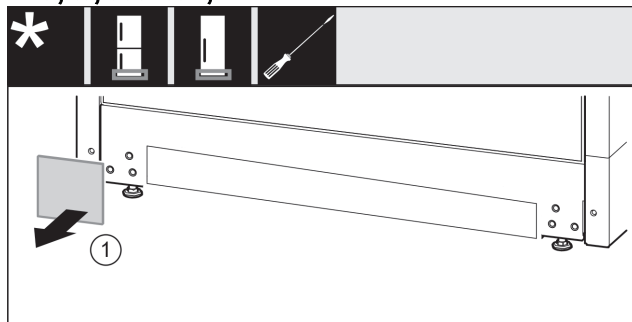

Fig. 16
- ▶ Αφαιρέστε το κάλυμμα. Fig. 16 (1)